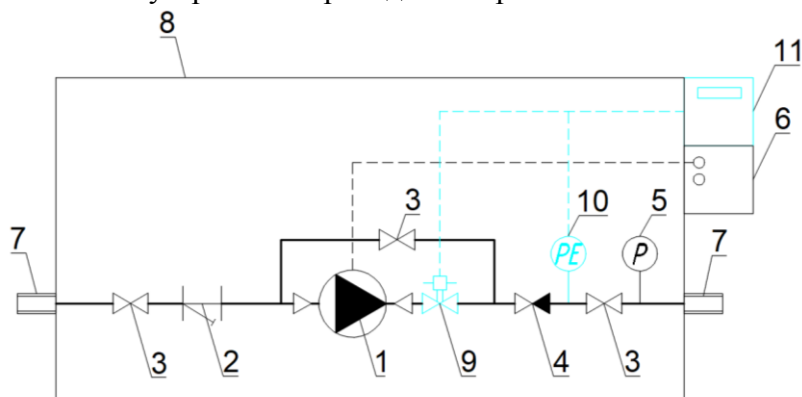

Рис. 1 Принципиальная схема устройства. (элементы, выделенные голубым цветом, являются опциональными и не входят в стандартную комплектацию гидромодуля).
2.2. Принципиальная схема устройства приведена на рис.1: